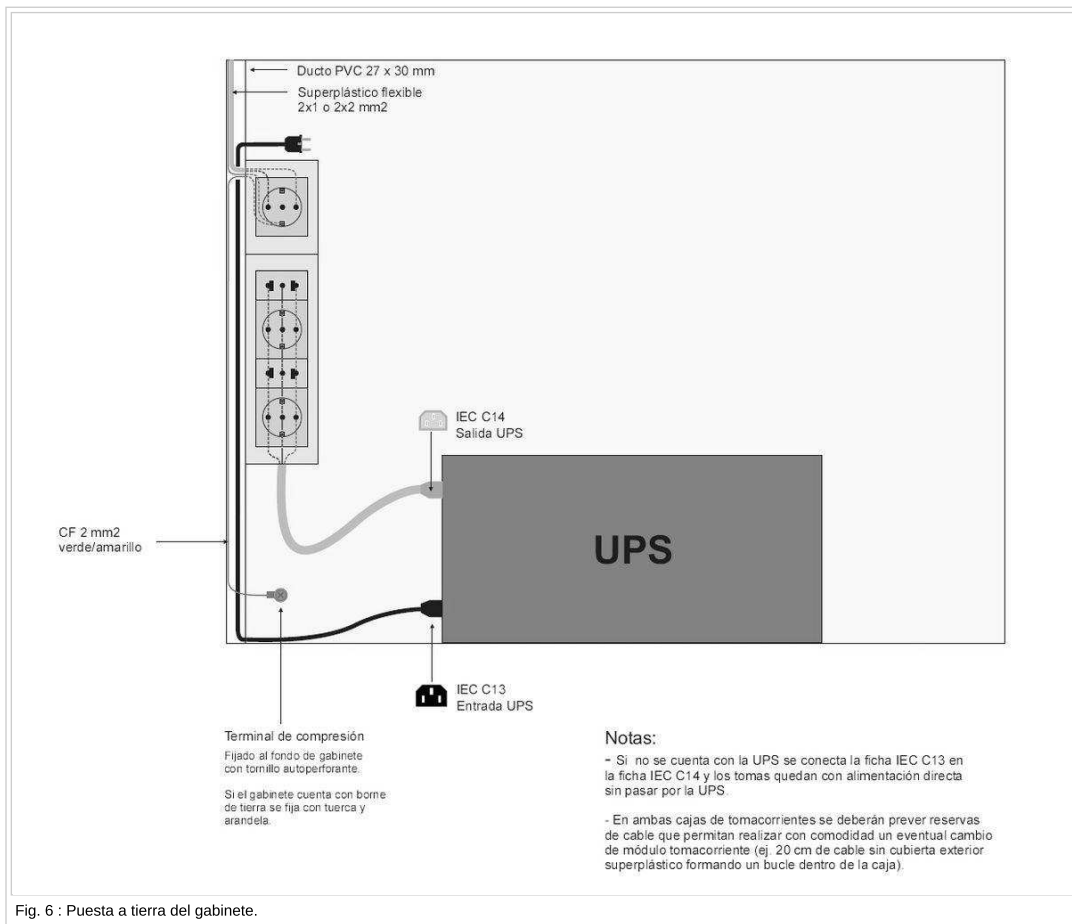

Fig. 6 : Puesta a tierra del gabinete.
- La puesta a tierra del gabinete se deberá realizar según se detalla en Fig. 6.